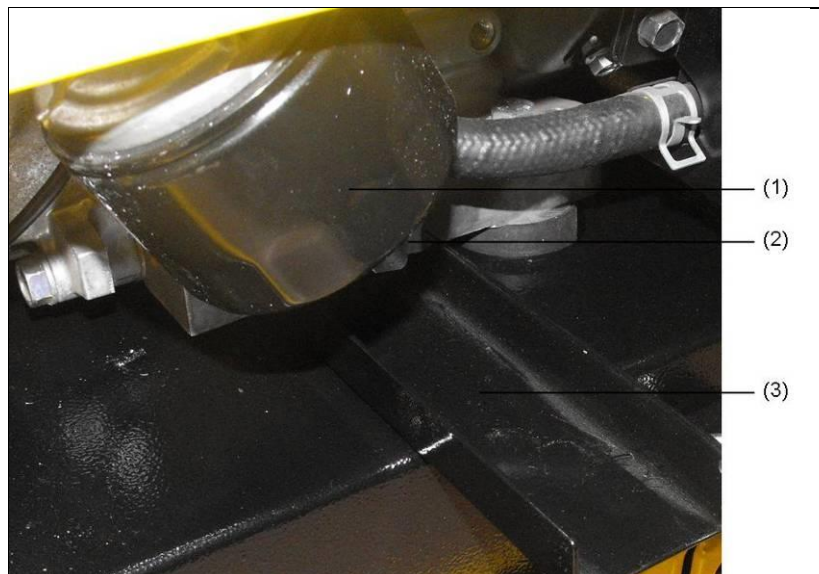

Abb. 6-2: Öl wechseln
2. Ölablaufrinne (*Abb. 6-2-(3)*) wie dargestellt anbringen.
3. Ölablassschraube (*Abb. 6-2-(2)*) herausdrehen so dass Motoröl vollständig abläuft.